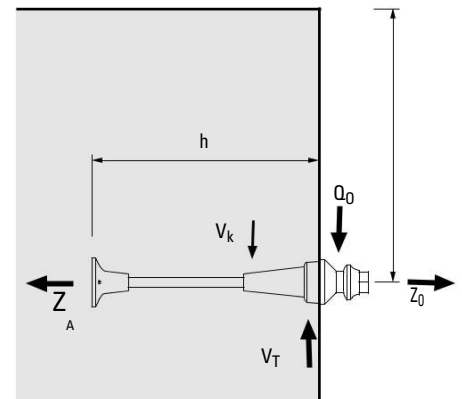

Fig. C1.01
- Максималната сила на опън  $Z_0$  се разпределя в бетона чрез налягането на анкерната плочка с резба  $Z_A$ . (Fig. C1.01)